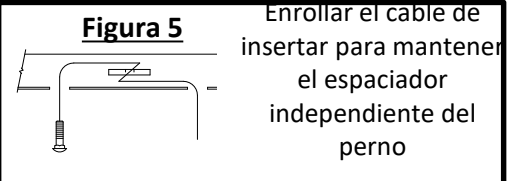

Figura 5
- **Modelos fabricados en EE. UU.:** Asegurar el enganche al vehículo con los pernos de 10 mm suministrados, pieza ⑥ (4 total) y las arandelas cónicas de 7/16", pieza ③ (el costado dentado hacia el enganche). Quitar el cable de insertar (pieza ⑤) y fijar con cuidado la pieza ③ y ④ a la pieza ①.
- **Modelos fabricados en Corea:** Asegurar el enganche al vehículo con los pernos de 8 mm suministrados, pieza ⑦ (4 total) y arandelas cónicas de 3/8", pieza ⑧ (el costado dentado hacia el enganche). Quitar el cable de insertar (pieza ⑤) y fijar con cuidado la pieza ③ y ④ a la pieza ①.
- Unir las piezas ① y ② a la pieza ⑤ y seguir las instrucciones de la Figura 5.
- Fijar con cuidado la pieza ③ y ④ a la pieza ①